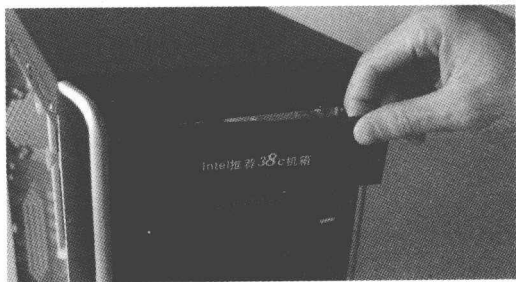

图 1-2
① 拔去机箱电源,打开机箱,选择一个空闲的 5 英寸插槽,卸下挡板,如图 1-2 所示。